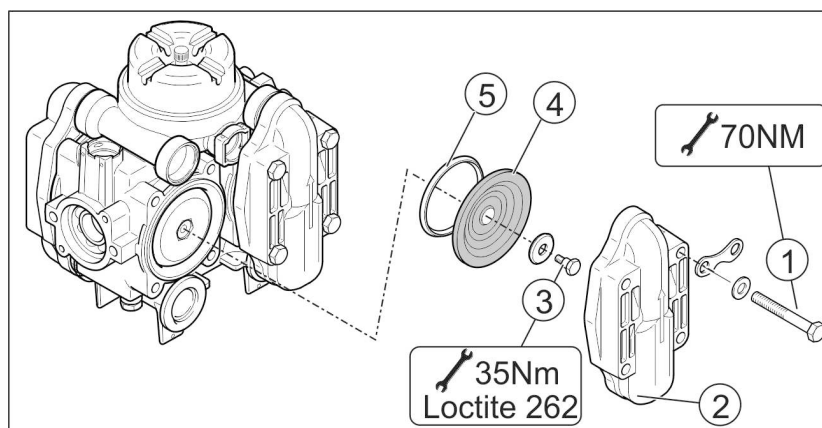

Fig. 199
1. Démontez la soupape (Fig. 199/1) et la rondelle (Fig. 199/2).
2. Insérer l'outil auxiliaire dans les rainures du couvercle (Fig. 199/3) et dévissez le couvercle.
3. Contrôler la membrane (Fig. 199/4) et remplacez une membrane défectueuse.